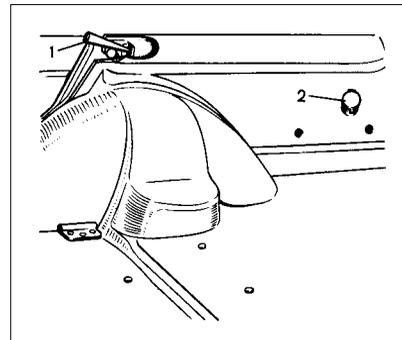

Рис. 13. Заднее сиденье в грузовом варианте
- освободите спинку сиденья, отжав пружинные фиксаторы 1 (рис. 13);